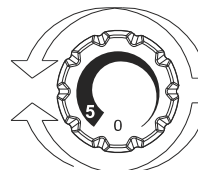

Fig. 2
- Le réglage de la température des deux compartiments est effectué en tournant le bouton du thermostat (Fig. 2).